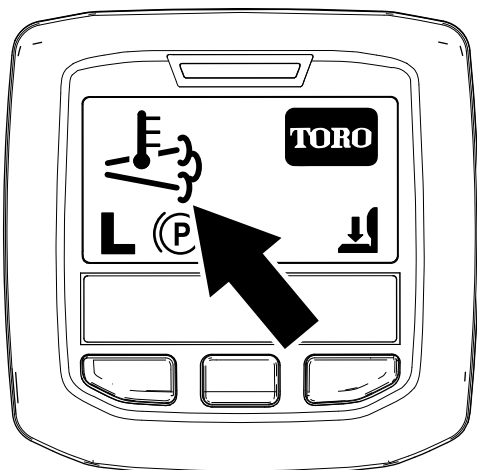

Figura 46
- L'icona della temperatura di scarico elevata viene visualizzata nell'InfoCenter (Figura 46).